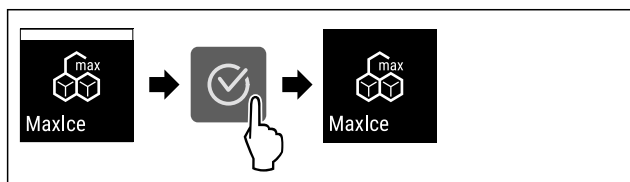

Fig. 23
► Stappen (zie Fig. 23) uitvoeren.